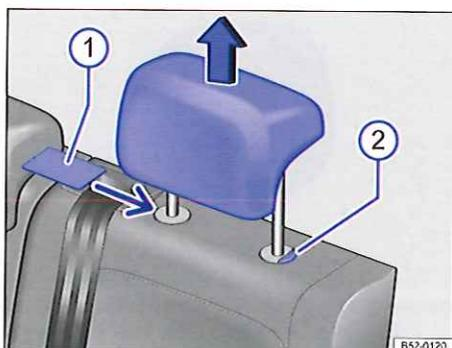

Fig. 51 Dépose de l'appuie-tête arrière
- Le cas échéant, glissez un objet plat, par exemple une carte en plastique, entre la garniture du dossier de siège et le capuchon de la barre de guidage de l'appuie-tête pour procéder au déverrouillage ⇒ fig. 51 ①.
- Appuyez en même temps sur la touche ② pendant qu'une deuxième personne retire complètement l'appuie-tête.